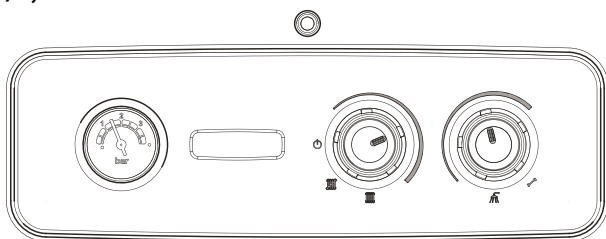

Рисунок 15
**Режим “зима”** (рисунок 15): повернув переключатель режимов к нужному символу, котел будет подавать горячую санитарную воду и производить отопление.
для регулировки температуры воды для отопления повернуть регулятор температуры отопления (рисунок 15) по часовой стрелке для ее увеличения, против часовой стрелки - для понижения температуры (40°C минимум - 80°C максимум).